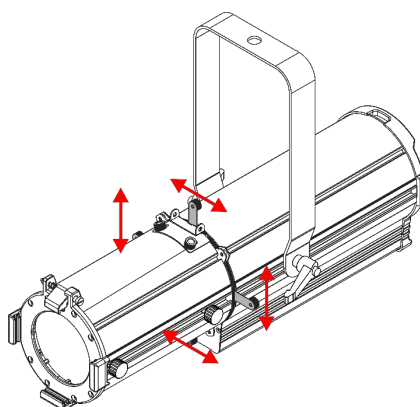

Fig. 15
È possibile sagomare la trave con le 4 **persiane (03)**. Spostare avanti e indietro gliscuri del telaio (03) per modificare la forma della trave (vedere la Fig. 15).